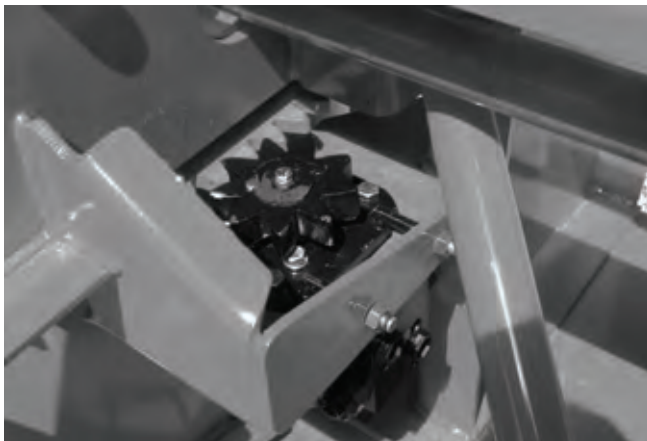

Figure 29
- 3) Boulonner le moteur en place en dirigeant les sorties d'huile vers le côté et installer la roue à dents (Fig. 29).